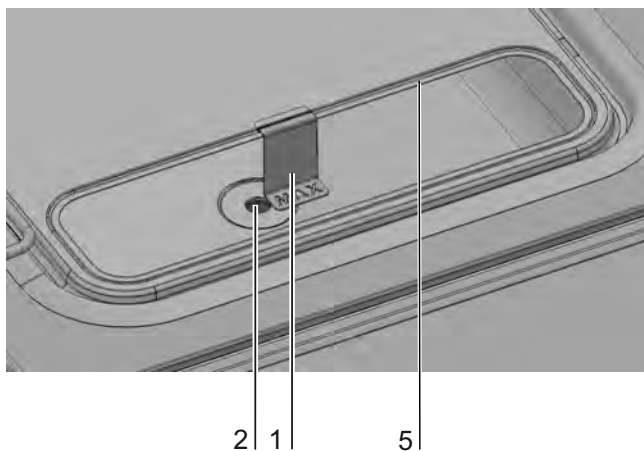

図 4-1. 「MAX」注水マーク
3. 「MAX」注水マークインジケータ（図 4-1、1）を貯水槽カバー（図 4-1、5）にあるスロットに掛けてください。